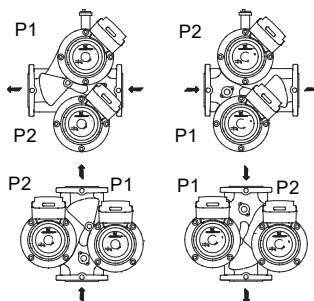

Fig. 5 Sentidos de caudal, bombas dobles
Las bombas dobles instaladas en tuberías horizontales deben equiparse con un purgador de aire automático en la parte superior de la carcasa. Consulte la fig. 5.
- Fig. 5: funcionamiento en reserva con la bomba 2 como bomba principal y la bomba 1 como bomba de reserva.